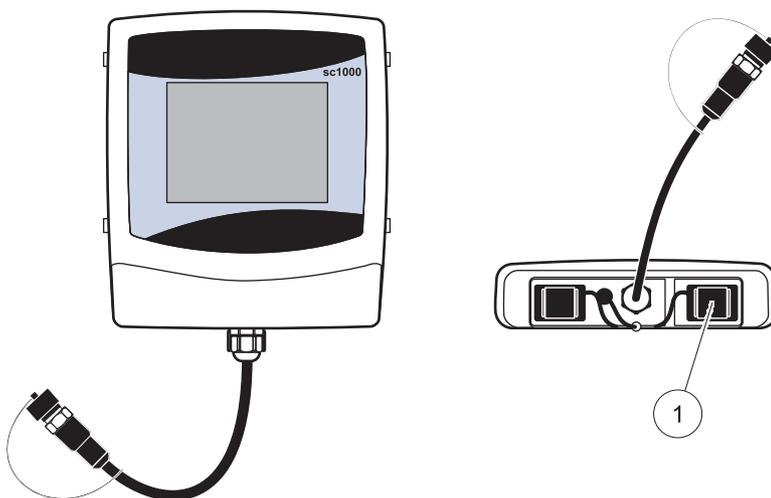

Abbildung 5 Ethernet Port am Display Modul des sc1000 Controllers
2. Den sc1000 Controller über ein Ethernet-Kabel am Ethernet Port mit dem Netzwerk verbinden (Abbildung 5).